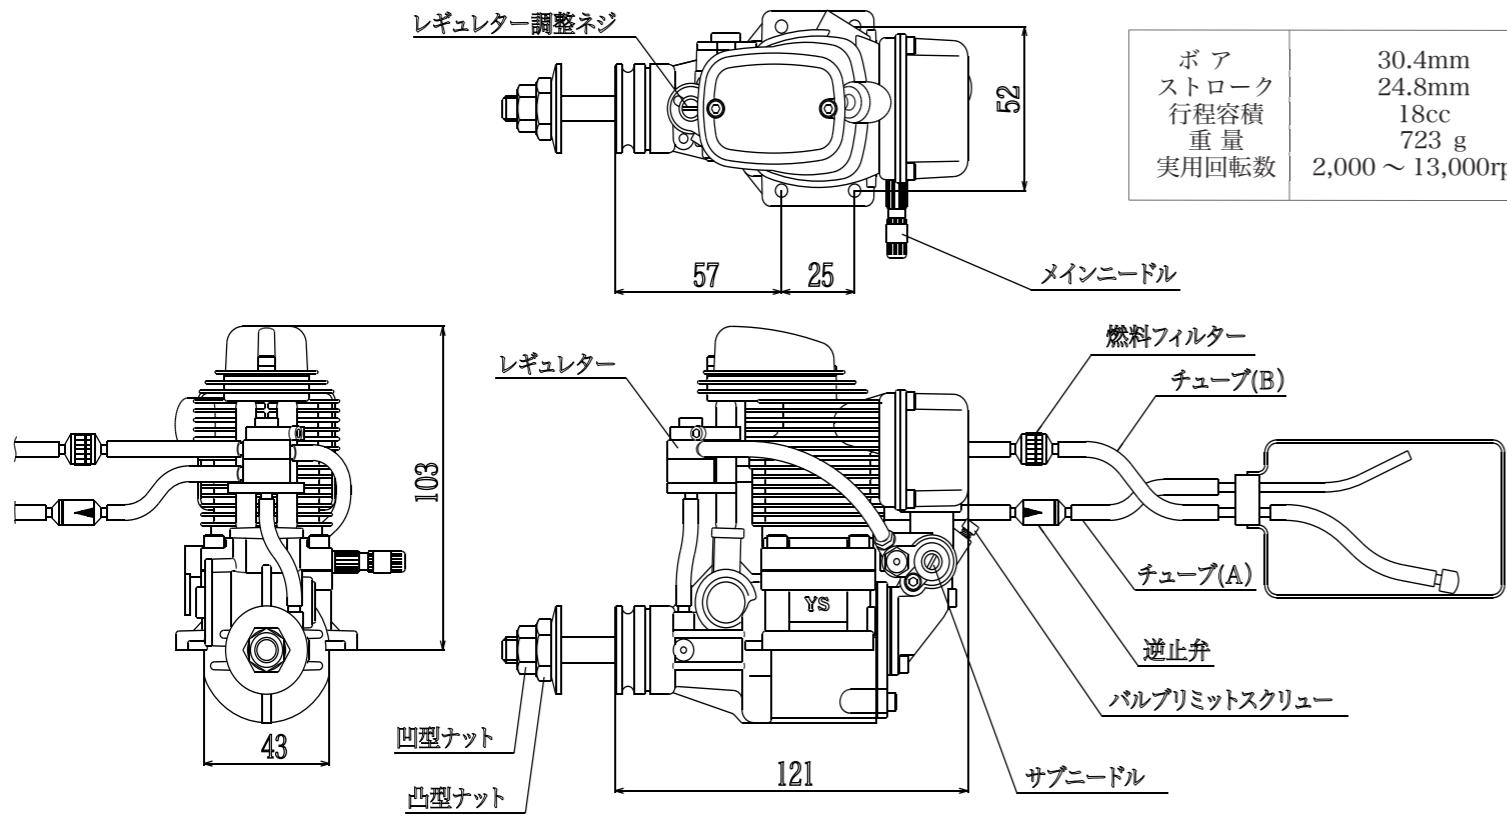

図1
1. タンクへの接続は図1のように行って下さい。逆止弁の矢印の向きに注意してください。
3. 噴射装置にとってゴミは大敵です。必ず図1のように燃料フィルターを使用してください。